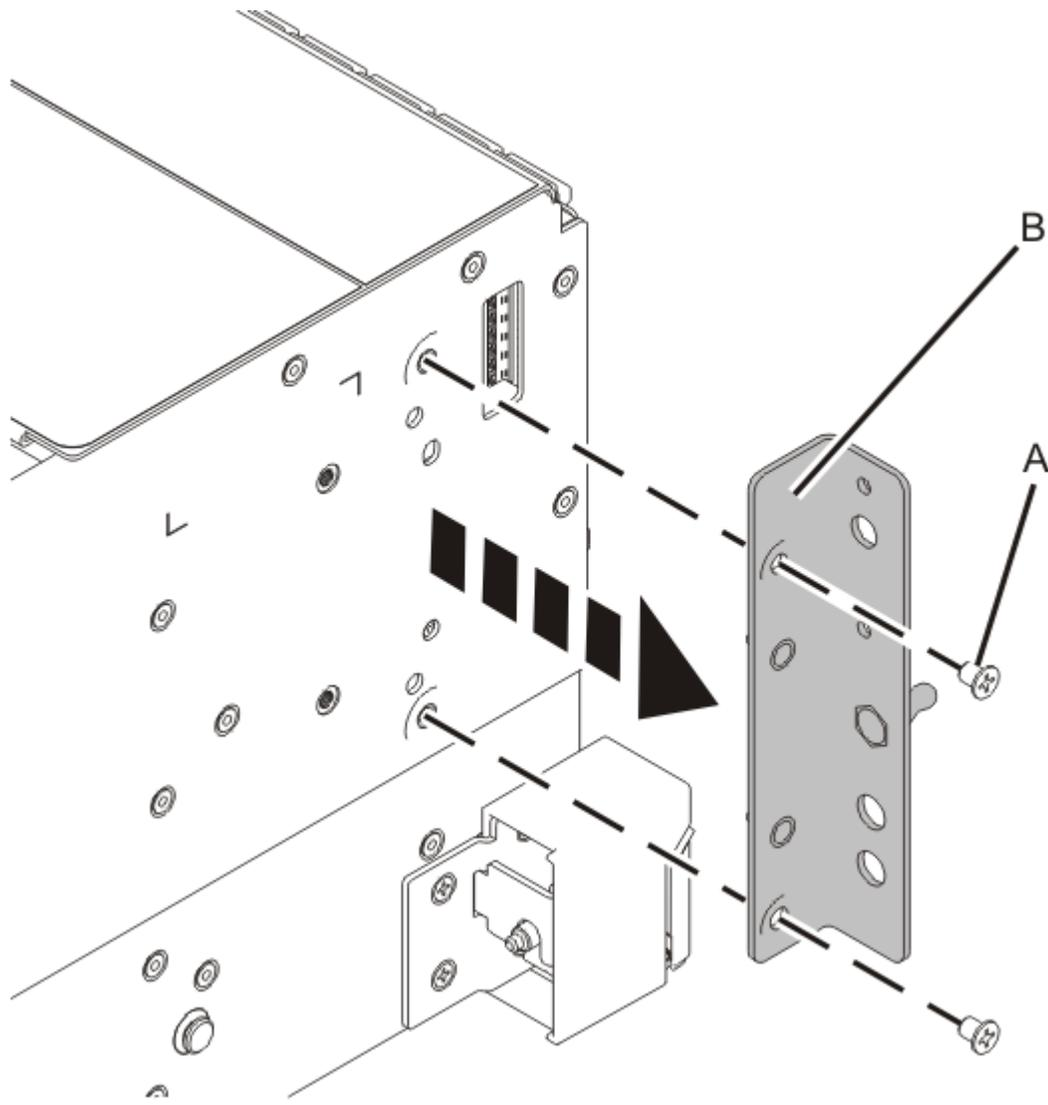

Figura 65. Extracción de la abrazadera del panel de control de un sistema montado en bastidor
5. Para un sistema montado en bastidor, extraiga los tornillos **(A)** que fijan la abrazadera **(B)** a la parte lateral del sistema, tal como se muestra en la Figura 65 en la página 70 y extraiga la abrazadera.